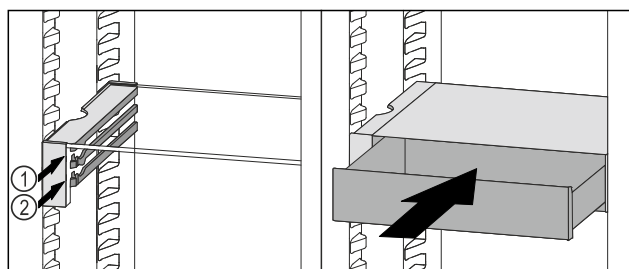

Fig. 177
- Posizionare il cassetto VarioSafe dietro i tappi sulla nervatura desiderata Fig. 177 (1) o Fig. 177 (2).